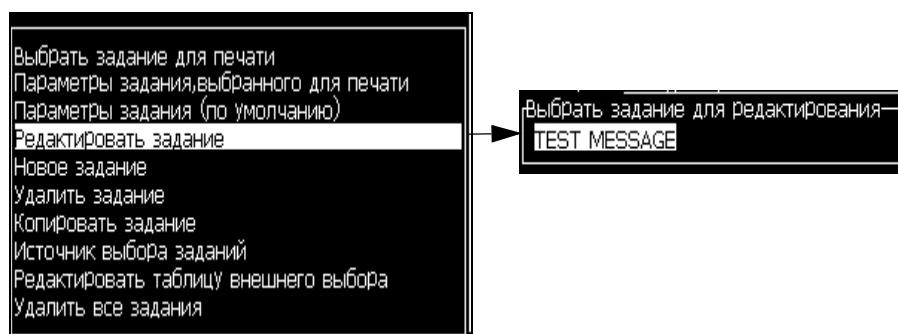

Рисунок 5-37: Опция *“Edit Message”* (редактировать сообщение)
- 2 Выберите опцию *“Edit Message”* (редактировать сообщение). Появится диалоговое окно *“Select Message To Edit”* (выбор сообщения для редактирования). Смотрите Рисунок 5-37.